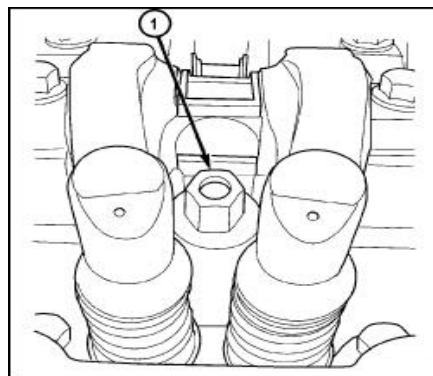

图. 48 专用工具
(1) 清洁火花塞周围区域。
(2) 清洁轴承支架, 安装专用工具。
(3) 安装火花塞。
(4) 安装专用工具(图. 48)。